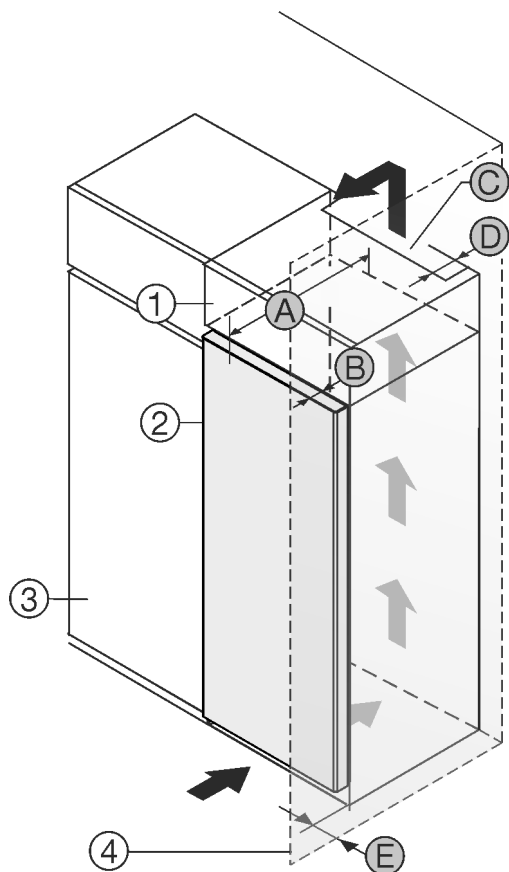

Fig. 1
- (1) Szafka nakładana \*
- (2) Urządzenie \*
- (3) Szafka kuchenna \*
- (4) Ściana \*
- (A) Głębokość urządzenia \*
- (B) Głębokość drzwi \*
- (C) Przekrój wentylacyjny \*
- (D) Odstęp tylnej ściany urządzenia \*
- (E) Odstęp od boku urządzenia \*
Urządzenie można ustawić bezpośrednio obok szafki kuchennej Fig. 1 (3).\*
Na tylnej ścianie szafki nasadzonej wymagany jest wywiewny kanał wentylacyjny o głębokości Fig. 1 (D) na całej szerokości szafki.\*
Pod sufitem pomieszczenia należy zachować przekrój wentylacyjny Fig. 1 (C).\*
Jeżeli urządzenie będzie ustawiane z zawiasami do ściany Fig. 1 (4), to pomiędzy urządzeniem i ścianą należy zachować minimalny odstęp, wynoszący 13 mm.\*
Jeżeli urządzenie będzie ustawiane z zawiasami do ściany Fig. 1 (4), to pomiędzy urządzeniem i ścianą należy zachować minimalny odstęp, wynoszący 20 mm.\*
By móc całkowicie otworzyć drzwi, urządzenie musi wystawać przynajmniej o głębokość drzwi Fig. 1 (B) za front szafki kuchennej. W zależności od głębokości szafek kuchennych Fig. 1 (3) oraz od zastosowania elementów dystansowych urządzenie może wystawać jeszcze bardziej.\*